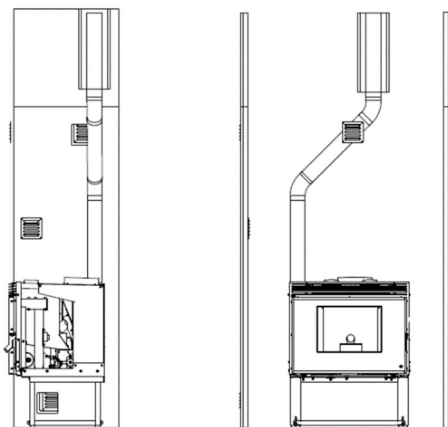

Figura 3 - Vista instalação com chaminé
- Tal como mostra a Figura 3, a instalação da inserível a *pellets* traz o tubo de exaustão (com \varnothing 80 mm) diretamente para a chaminé. Se a chaminé for muito grande é recomendado entubar a saída de gases com um tubo de diâmetro interno mínimo de 80 mm.
- Prever na base da tubagem um “T” para as inspeções periódicas e a manutenção anual, conforme ilustrado na Figura 3.